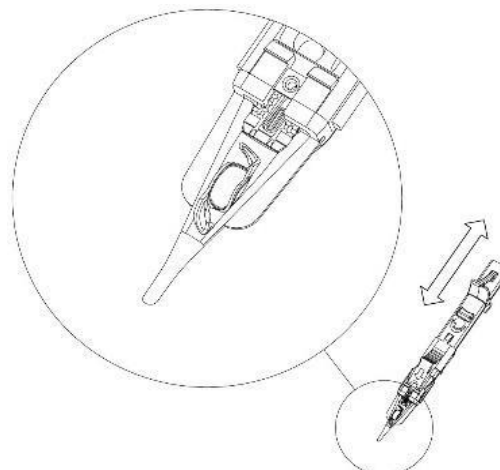

Рис. 7
10. Як тільки ІОЛ досягне «крилець картриджу», як показано на рис. 7, припиніть тиснути і потягніть плунжер назад до кінця. Натисніть на плунжер знову, щоб витиснути повітря з накінецьника. Введіть в око та продовжуйте повільно натискати. Якщо Ви відчуваєте надто великий опір на будь-якій фазі введення, або Ви побачили частину гаптичного елемента, що застрягла між червоним м'яким накінецьником та стінками картриджу, відтягніть плунжер назад на декілька мм та натисніть знову.